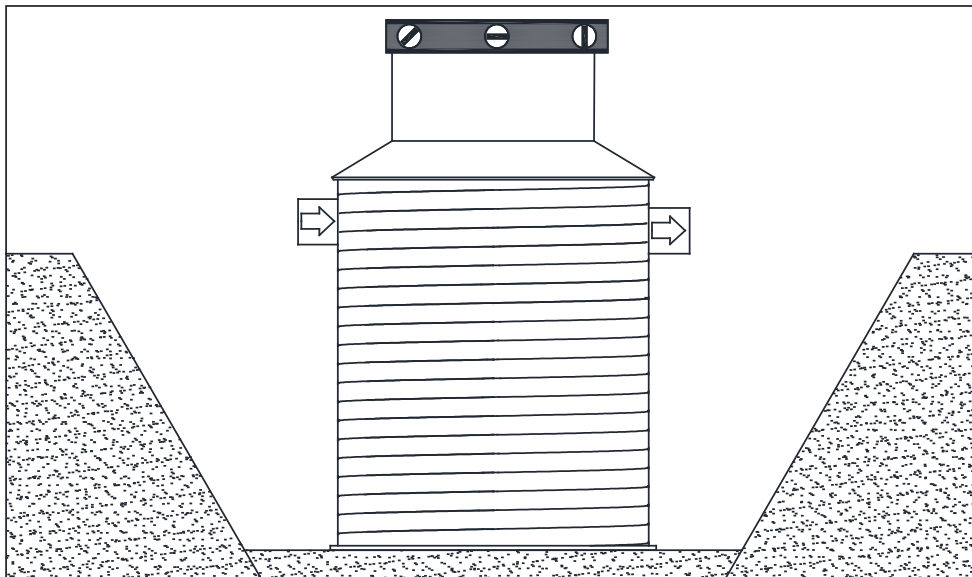

Bild 10. Sätta avskiljaren i nivå
B. Kontrollera att inloppsanslutningen är i rätt höjd. Nivå avskiljaren. (Bild 10.). Grunden för att avskiljaren fungerar korrekt är dess korrekta utjämning. OBS! Lossa transportremmarna som håller flottören och automatventilen innuti oljeavskiljaren innan stigarröret monteras. Sätt tillbaka skyddsplasten på inspektionsöppningen. Om stigrröret redan har installerats är det svårt att lossa transportremmarna.